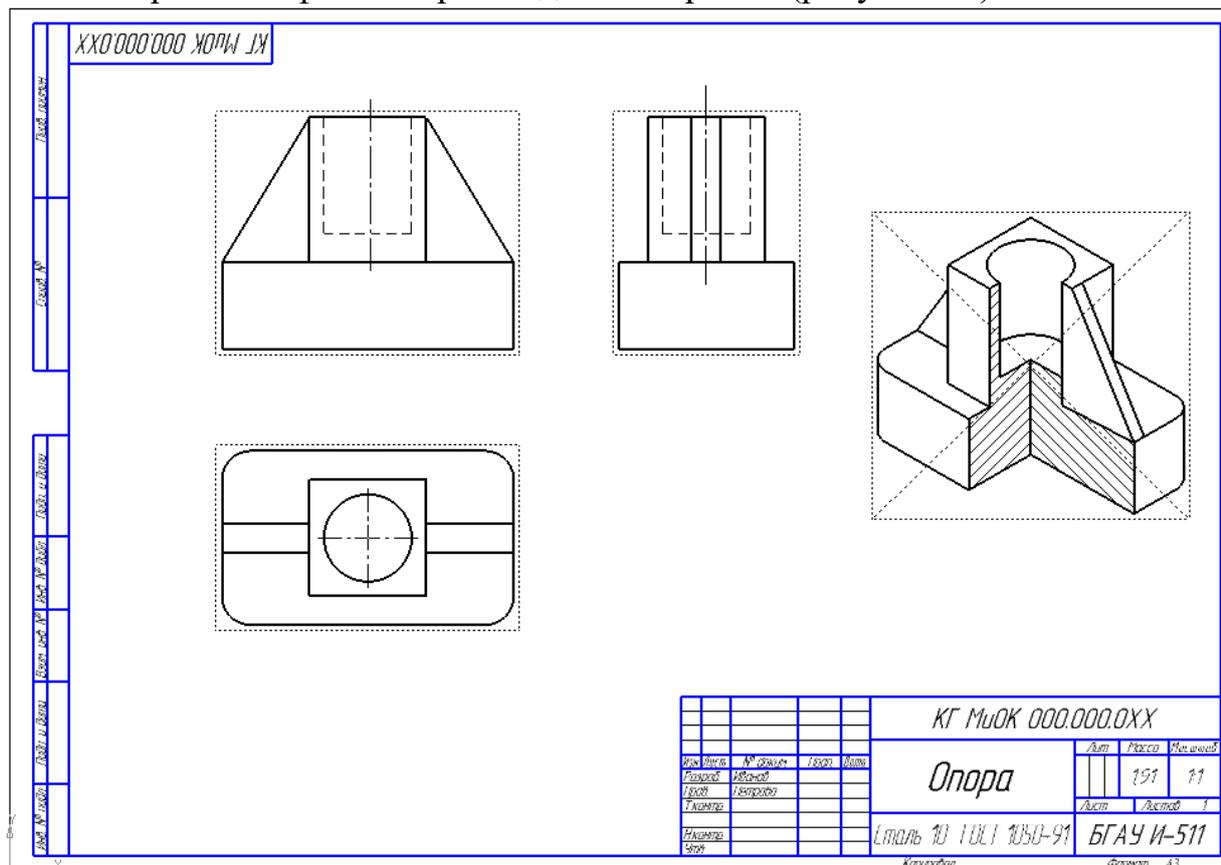

Рисунок 44
18. Закрепляем фантом трех видов на чертеже (рисунок 44).